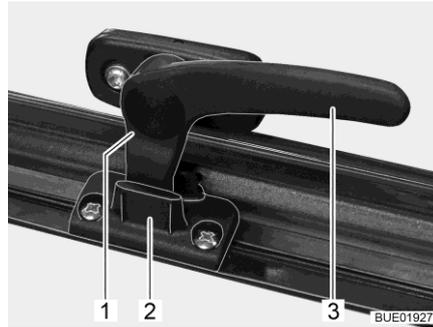

Fig. 14 Levier de verrouillage en position "Aération permanente"
- En position "Aération permanente" (Fig. 14)
- Tourner le levier de verrouillage (Fig. 14,3) d'un quart de tour vers le centre de la fenêtre.
- Tourner le levier de verrouillage d'un quart de tour vers le cadre de la fenêtre. Le tenon de verrouillage (Fig. 14,1) doit pénétrer alors dans le logement prévu à cet effet dans le verrouillage de fenêtre (Fig. 14,2).